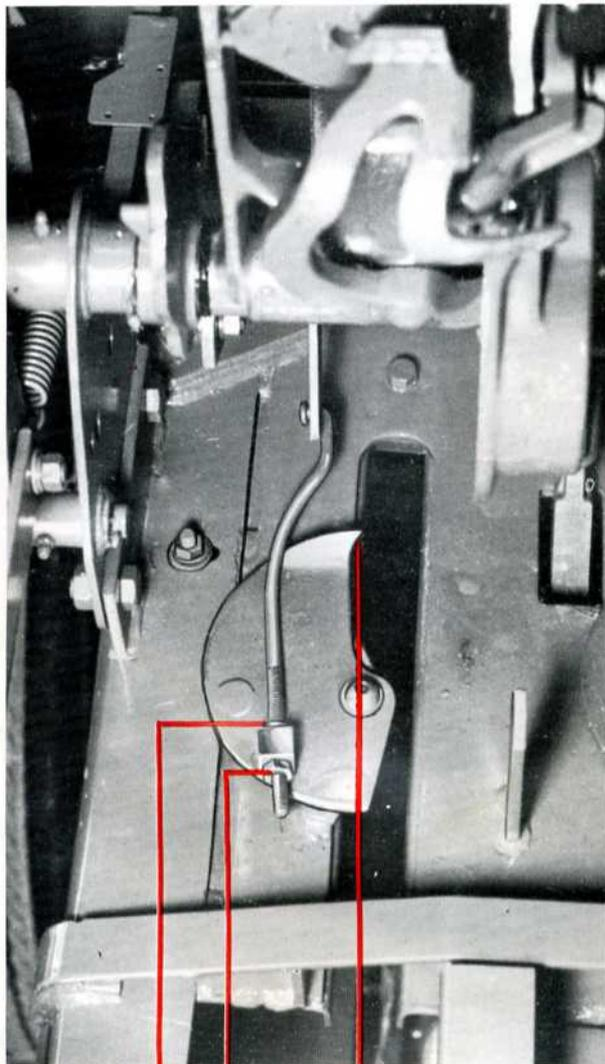

FIG. 37
- 2 - Faites tourner les noeurs jusqu'à ce qu'ils reprennent leur position de départ. Réglez les écrous A et B (Fig. 37) de façon que l'extrémité du doigt à ficelle (Point C) soit en alignement avec le bord de la mortaise de l'aiguille, en haut de la chambre à balles.